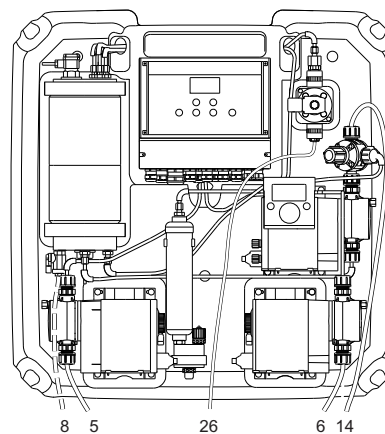

Рис. 16 Гидравлические линии OCD-162-05, -10
1. Присоедините шланг (6) рис. 16, идущий от трубки, всасывающей соляную кислоту (красный цвет), к соответствующему входу на насосе (маркировка красным цветом) для соляной кислоты.
4. Присоедините шланг (5) рис. 16, идущий от трубки, всасывающей хлорит натрия (синий цвет), к соответствующему входу на насосе (маркировка синим цветом) для хлорита натрия.